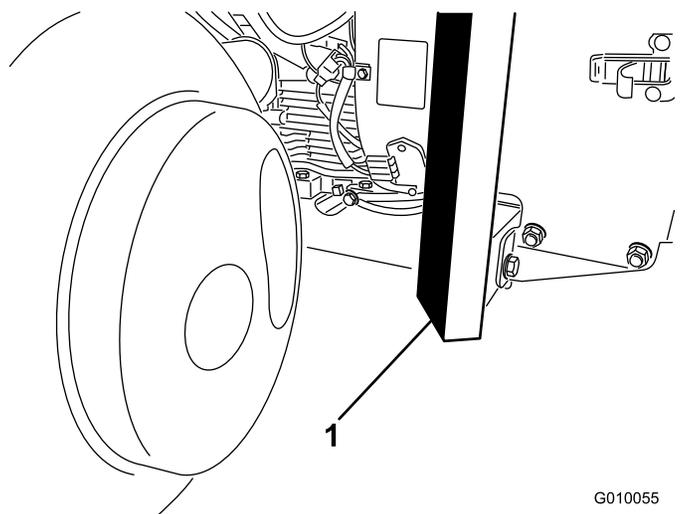

図 40
3. 機体前部のフレームの下にジャッキを確実に置く 図 40。